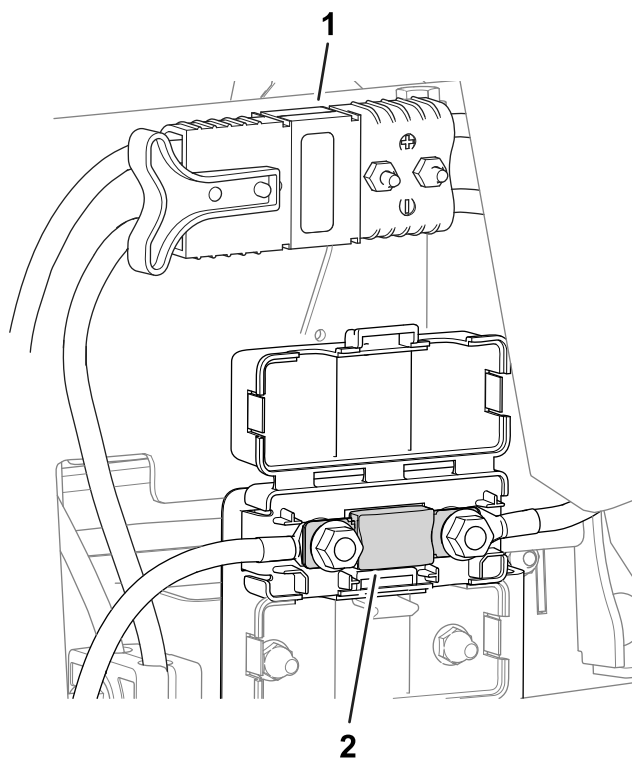

Figure 54
- Le fusible du système électrique se trouve sous les connecteurs principaux (Figure 54).